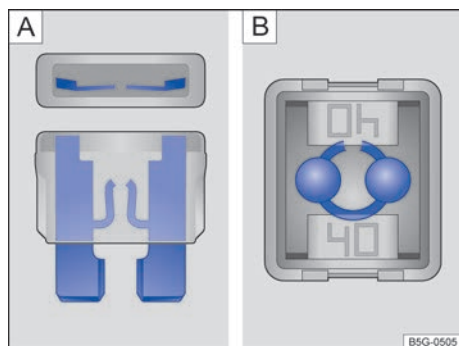

Fig. 197 Fusible fundido: A) Fusible enchufable plano. B) Fusible tipo bloque.
- Un *fusible enchufable plano* (ATO®, MINI®) fundido se reconoce por la tira de metal quemada visible desde arriba y desde los laterales a través de la carcasa transparente → fig. 197 A).
- Un *fusible tipo bloque* (JCASE®) fundido se reconoce por la tira de metal quemada visible desde arriba a través de la carcasa transparente → fig. 197 B).